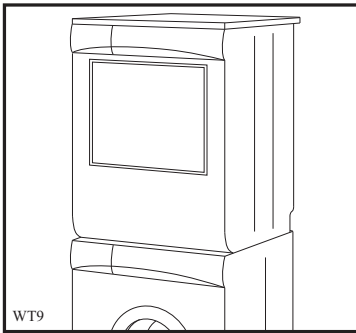

Fig 5
- modelos sin zócalo (fig. 5 y 6);